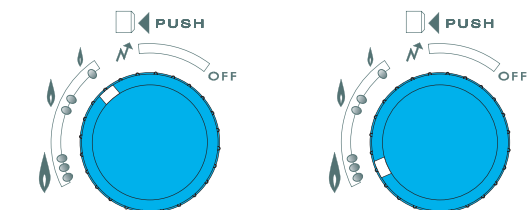

рис. 11
- Данный водонагреватель с автоматической регулировкой мощности оборудован системой позволяющей пользователю установить ограничение максимальной мощности. Для этого установите регулятор (23) в положение между отметками "0" и "1" (рис. 11).